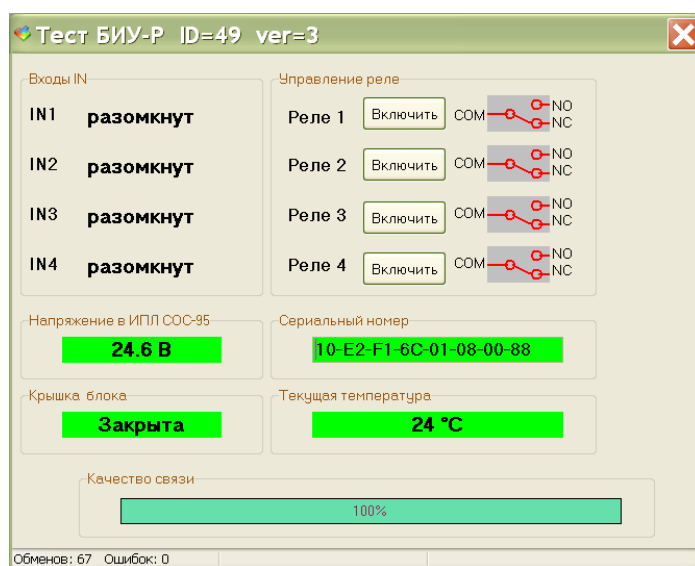

Рисунок 21
- 3) Выбрать найденный блок БИУ-Р в таблице устройств и нажать кнопку «Тест». Откроется окно с параметрами блока (рисунок 21).